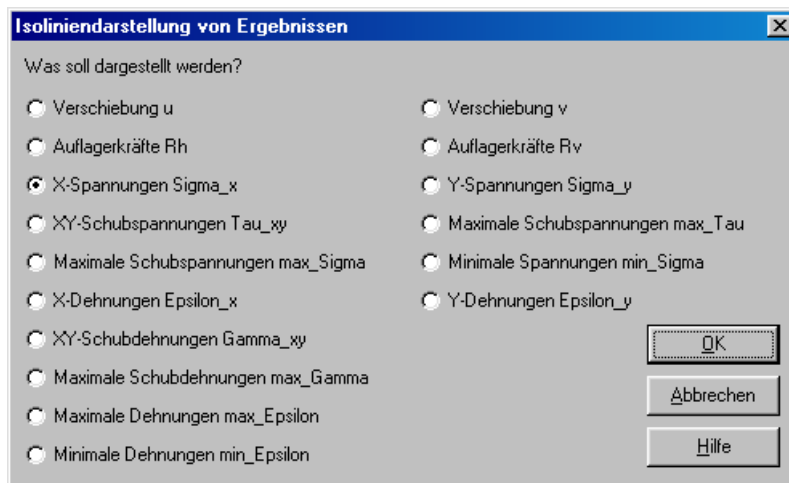

Bild 5-36 Optionsfeld "Isoliniendarstellung von Ergebnissen"
- Wählen Sie "Isoliniendarstellung von Ergebnissen" aus dem "Graphik"-Menü des Programms *ELPLA-Graphik*. Das folgende Optionsfeld im Bild 5-36 erscheint